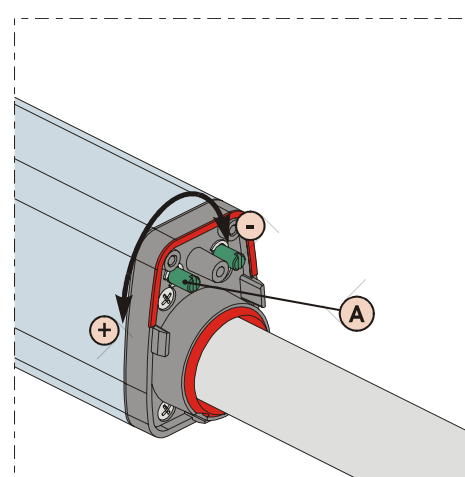

Fig. 20
- 3) Per regolare il finecorsa di **apertura FCA** agire sulla vite di regolazione, Fig.20 rif.A, ruotandola in senso antiorario per aumentare la corsa dello stelo e, viceversa, in senso orario per ridurla.